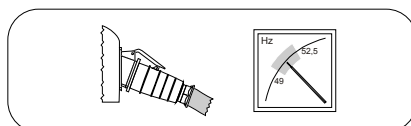

fig. 4d
8. Brancher les appareils sur les prises du tableau électrique, et vérifier que dans ces conditions la fréquence de travail reste à l'intérieur de la plage de valeurs 49÷52,5 Hz (fig. 4d). Pendant le fonctionnement, vérifier souvent la valeur de la fréquence et, le cas échéant, la corriger en adaptant le nombre de tours du tracteur.